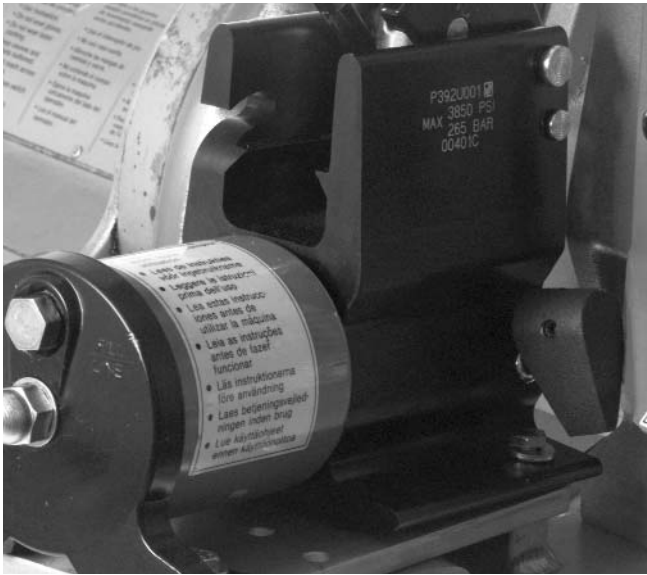

Figure 9 – Détail du levier de verrouillage de pompe de la 918
2. Relevez le carter supérieur du galet de rainurage en poussant le levier de verrouillage de la pompe jusqu'à la position RETURN (*Figure 9*).